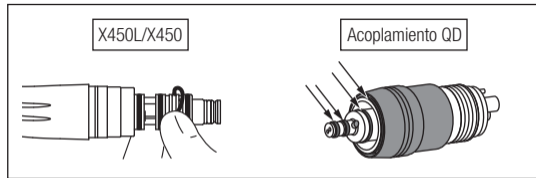

Fig. 15
- 2) Retire con cuidado cada junta tórica con la mano. (Fig. 15)